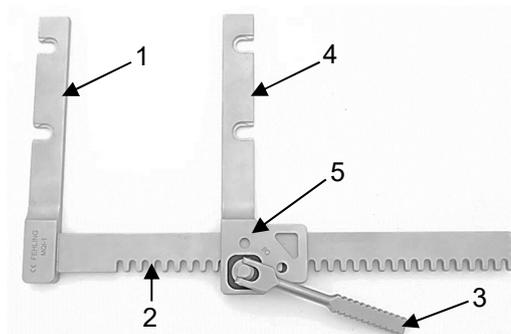

Fig. 6
La Figure 6 présente l'écarteur sternal FALK qui est un écarteur rectangulaire en forme de U avec roue dentée. L'écarteur rectangulaire se compose d'un bras écarteur fixe (1), d'une crémaillère (2) et d'un bras écarteur mobile (4).